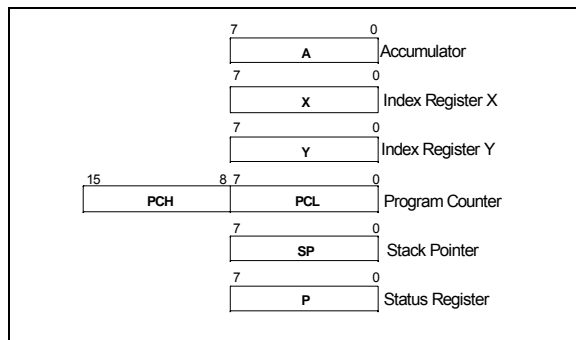

图 5-1 System registers
SPMC65 CPU 有 6 个寄存器：程序指针 (PC)、累加器(A)、X 寄存器、Y 寄存器，堆栈指针(SP)、状态寄存器 (P)。其中程序指针 (PC) 是一个 16 位寄存器，其它都是 8 位寄存器，见图 5-1。